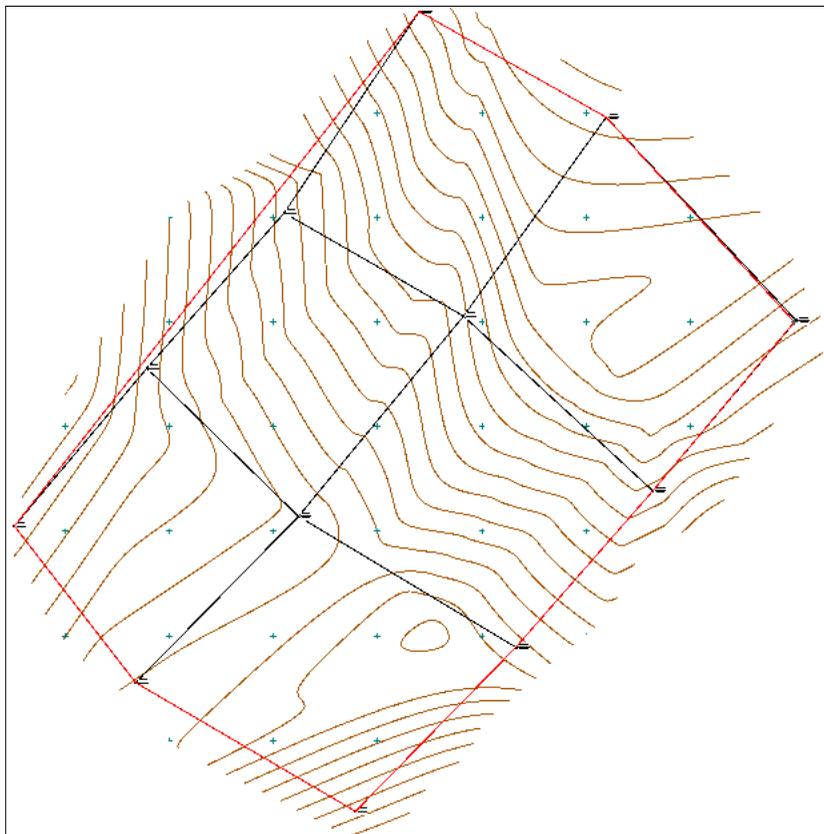

Рис. 11.1
- Постройте контур по граничным скважинам на объекте (рис. 11.1).